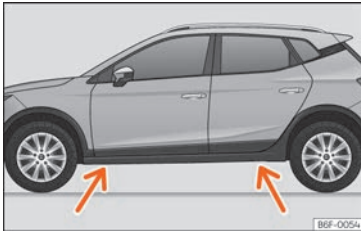

Abb. 74 Aufnahmepunkte für den Wagenheber.
- Suchen Sie am Längsträger die Markierung des Aufnahmepunktes für den Wagenheber (Eindrückung), die dem zu wechselnden Rad am nächsten liegt »» **Abb. 74**.